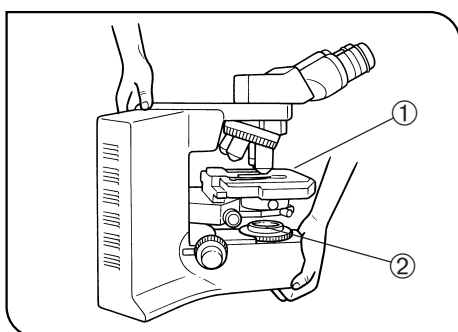

Abb. 3
3. Vor einem Transport des Mikroskops das Objekt und alle losen Teile entfernen. Das Mikroskop zum Transportieren vorsichtig am Griffteil an der Rückseite des Mikroskoparms und am Sockel fassen, wie in Abb. 3 gezeigt (Gewicht: ca. 13 kg). Das Objekt ①, das herunterfallen könnte, sowie den Filter ② aus der Filteraufnahme entfernen.